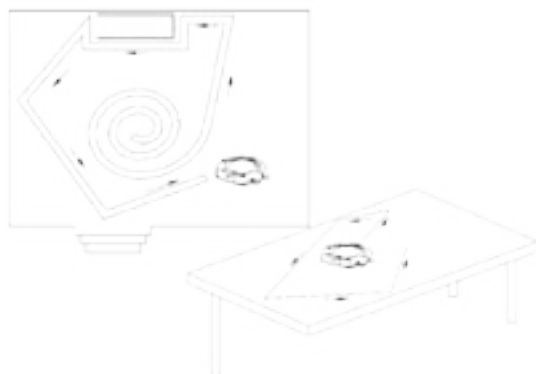

Fig. 2
2. Tal como apresentado na Fig. 2, rode a escova lateral (4) até poder inserir a chave de parafusos, desaperte o parafuso, retire a escova usada e substitua-a por outra nova.
2. In Abb. 2 sehen Sie, wie die seitliche Bürste (4) gedreht werden muss, bis der Schraubendreher eingeführt werden kann. Lösen Sie die Schraube, entnehmen Sie die gebrauchte Bürste und setzen Sie die neue Bürste ein.